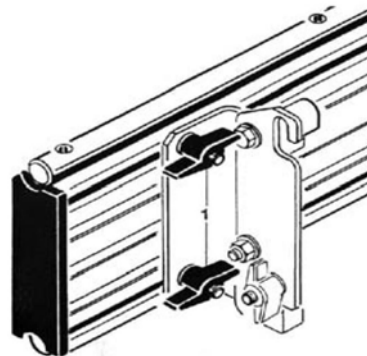

Abb. 22: Gleitschiene einstellen
Schritt 1: Lösen Sie die beiden Flügelmutter an der linken und der rechten Halterung (Abb. 22).